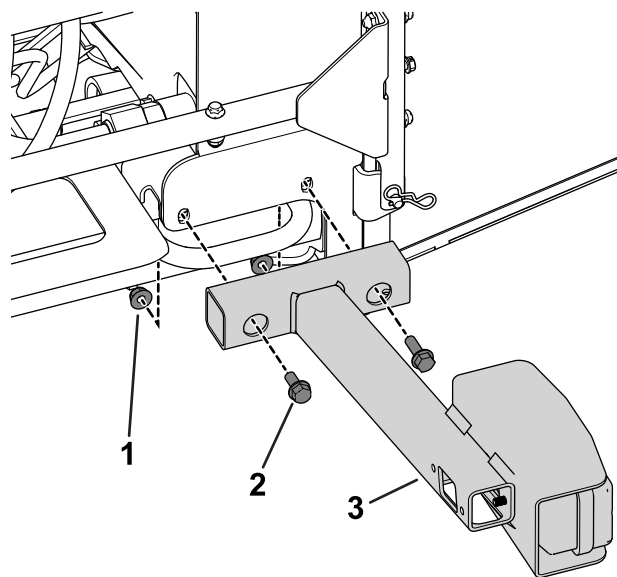

Figura 8
B. Utilizzate 4 bulloni (5/16" x 3/4") e 4 dadi (5/16") per fissare i supporti delle luci posteriori al telaio del radiatore (Figura 8).